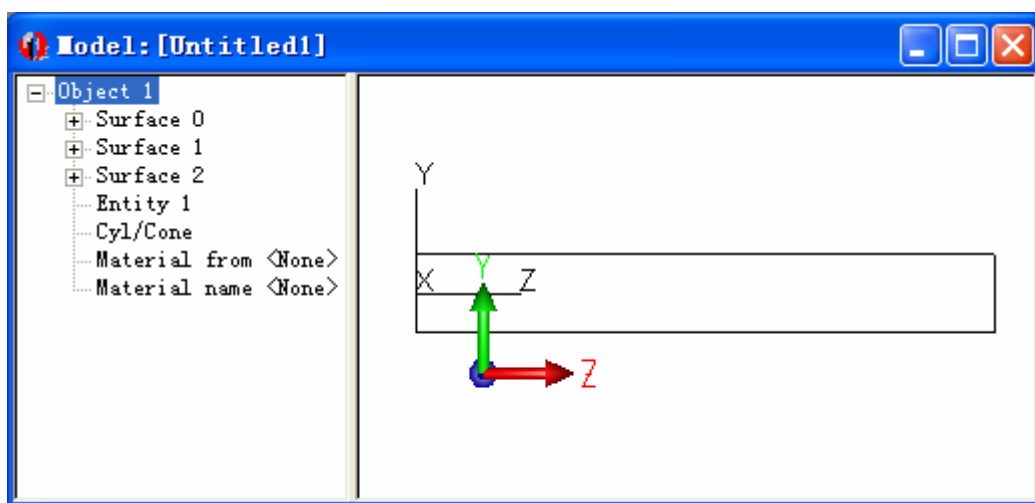

图 4.1.2
5. 点击 Insert 插入，点击放缩工具图表 ，如图 4.1.2。